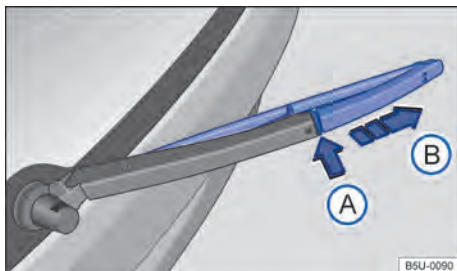

Fig. 149 Substituir a palheta do limpador do vidro traseiro.
- Manter a tecla de destravamento → Fig. 149 ① pressionada e, ao mesmo tempo, retirar a palheta dos limpadores do para-brisa no sentido da seta.
- Retirar a palheta do limpador do vidro traseiro no sentido da seta ②.